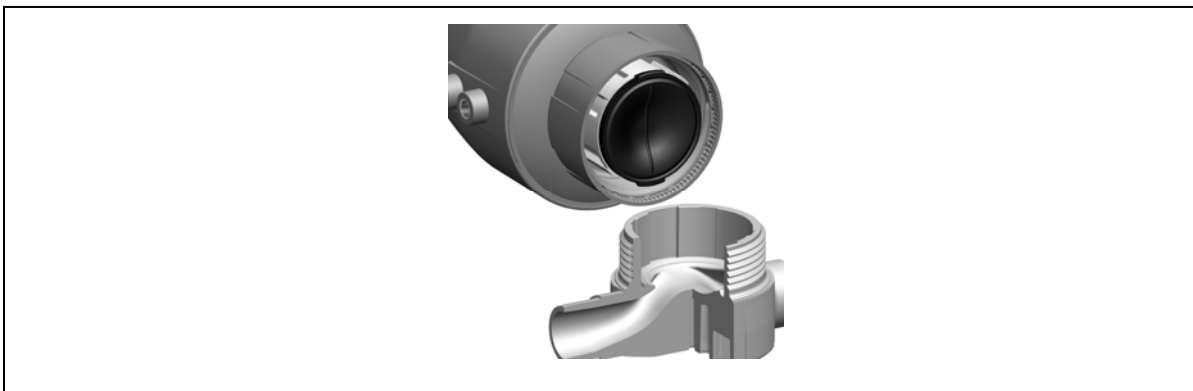

Fig. 14
- Realinee el diafragma y la pieza de compresión. Las pestañas del diafragma deben colocarse entre las estrechas barras guía de la carcasa interior, véase Fig. 14